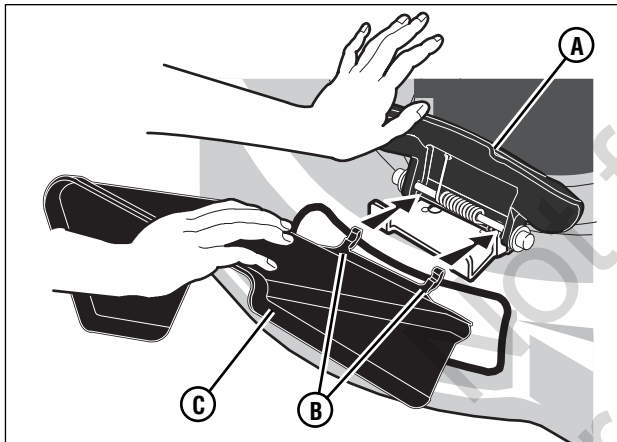

Figura 8: Instalación del deflector de descarga lateral
1. Levante la cubierta del triturador (**A, Figura 8**).